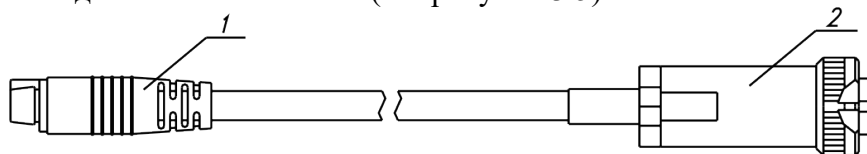

Рисунок 3.5 Соединительный кабель для измерительных преобразователей
Преобразователи при необходимости подключаются к измерительному блоку с помощью соединительного кабеля (см. рисунок 3.5) в зависимости от исполнения.
- 1.9** Подключить измерительный преобразователь влажности к газовой магистрали одним из способов, указанных в ПРИЛОЖЕНИЕ . Соединить измерительный блок и измерительный преобразователь, воспользовавшись соединительным кабелем (см. рисунок 3.5). В случае если анализируемая среда предполагает содержание механической пыли, паров масла принять меры по их устранению.